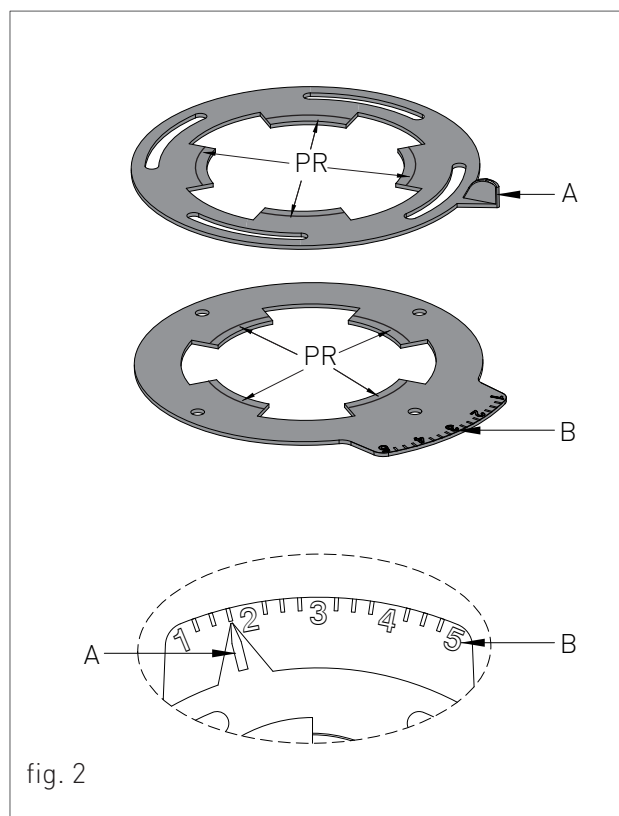

fig. 2
Per effettuare la regolazione dei diaframmi procedere nel seguente modo (vedi fig.2):
- › Se venisse indicato: 'senza premarcature', bisognerà eliminare tutte le premarcature (PR-fig.2) presenti nei diaframmi.
- › Spostare l'indice di riferimento (A-fig.2) scorrendo sull'indice graduato (B-fig.2) secondo la regolazione da effettuare;